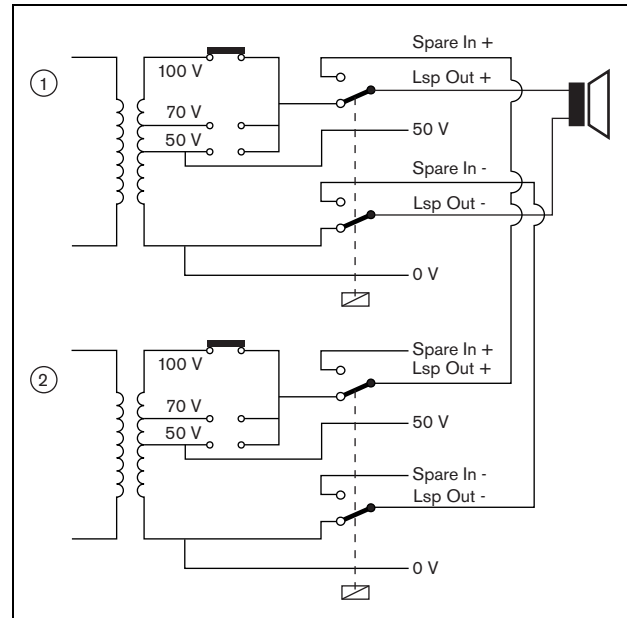
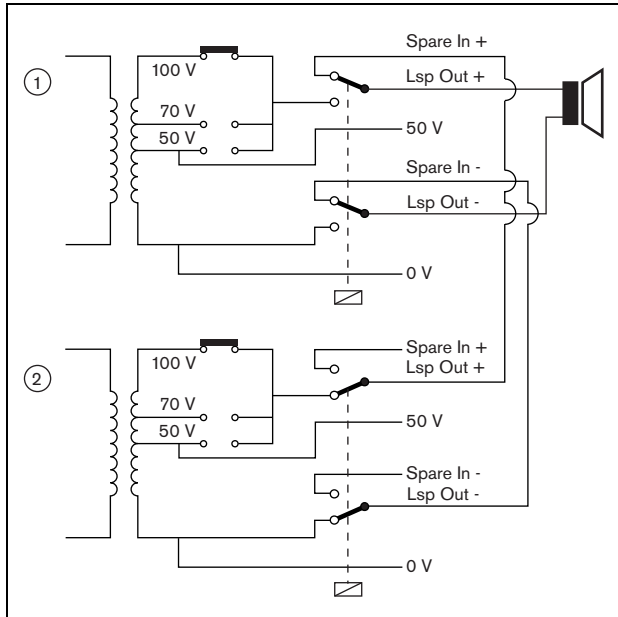

figura 9.8: Amplificador de potencia, antes de la conmutación del amplificador de reserva
figura 9.9: Amplificador de potencia, después de la conmutación del amplificador de reserva
La conmutación real del amplificador de reserva se realiza mediante un relé. Consulte figura 9.8 donde encontrará la situación anterior a la conmutación del amplificador de reserva y figura 9.9 donde encontrará la situación después de la conmutación del amplificador de reserva. Mientras el amplificador de potencia principal (1) funciona correctamente, este relé estará energizado (consulte figura 9.8) y el audio será direccionado a la línea de altavoces (terminales Lsp Out+ y Lsp Out-). El amplificador de reserva (2) no
En el momento en que el amplificador principal (1) cae, el relé se desenergiza y conmuta a las posiciones predefinidas: *Spare In -* y *Spare In +* (consulte figura 9.9). Esto significa que la salida de audio del amplificador de reserva (2) es direccionada a la línea de altavoces a través del amplificador principal (1). Los ajustes de la configuración (consulte la sección 44.3) de las salidas de audio son transferidos desde el amplificador de potencia principal a los amplificadores de potencia de reserva. Los ajustes de la configuración de las entradas de audio no son transferidos desde el amplificador de potencia principal al amplificador de potencia de reserva.